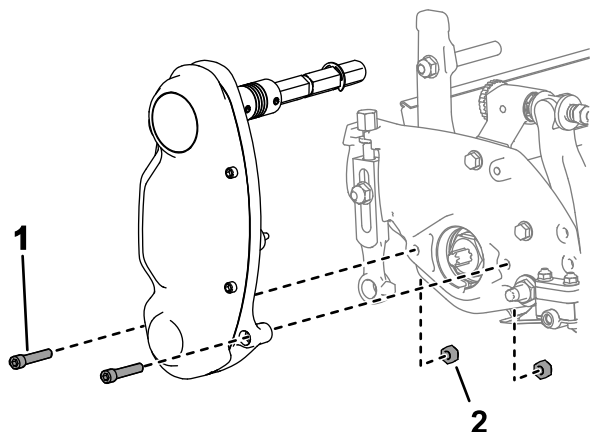

Figura 13
1. Remova as ferragens que prendem o conjunto da transmissão do cilindro à placa lateral (**Figura 13**).
2. Remova as porcas do interior da placa lateral (**Figura 13**).